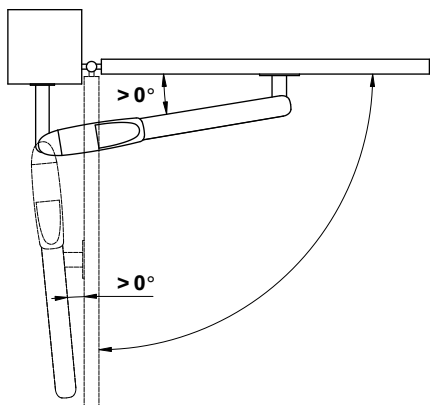

Рисунок 6. Условие расположения привода относительно створки
- При открытых и закрытых воротах привод должен располагаться пол углом к створке (Рисунок 6).